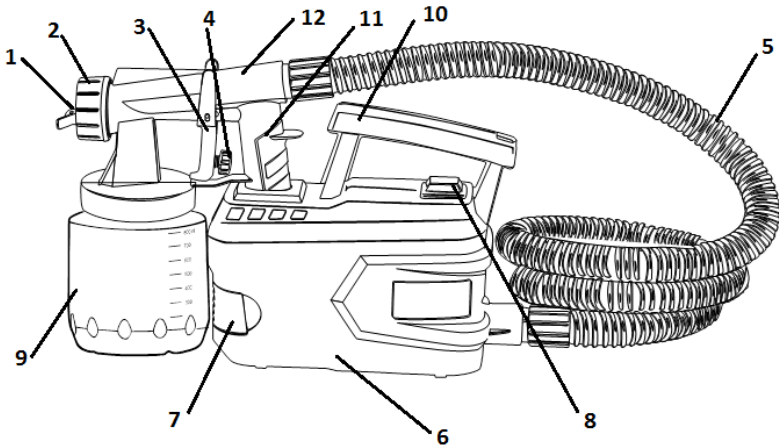

Рисунок 1
- перевірити стан повітряного фільтру під кришкою (7, рис.1) і за необхідності замінити, з'єднати усі частини виробу;
4.2 Виберіть необхідний режим роботи виробу за допомогою повітряної головки с соплом (1) та регулятора розходу матеріалу (4) (див. рисунок 1), для увімкнення блока нагнітання повітря натисніть кнопку «увім/вимк» (8). При натисканні куркової клавіші вимикача (3), матеріал через сопло подається для розпилення. Для зупинки розпилення - відпустити клавішу вимикача, для вимкнення виробу необхідно натиснути кнопку «увім/вимк» (8).